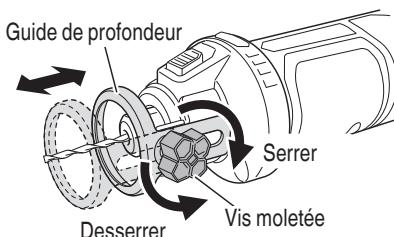

Fig. 11
1. Réglage de la profondeur de coupe (Fig. 11)